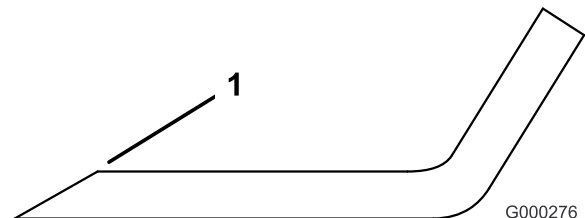

Figure 81
1. Au moyen d'une lime, aiguisez les tranchants aux deux extrémités de la lame (Figure 81) Veillez à conserver l'angle de coupe d'origine. Limez la même quantité de métal sur chacun des deux tranchants pour ne pas déséquilibrer la lame.